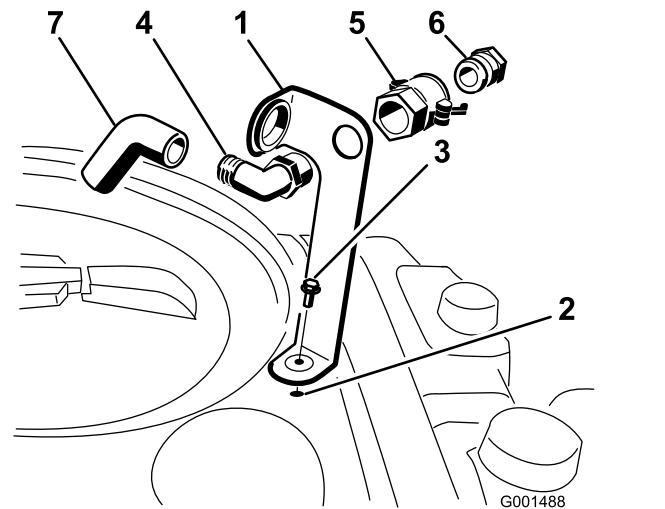

Figura 3
una tuerca con arandela prensada (5/16" x 3/4"), como se muestra en la Figura 3.
acoplamiento rápido, fijándolo al soporte (Figura 3).
3. Instale el adaptador de manguera en el acoplamiento rápido (Figura 3).
4. Bloquee el adaptador en su sitio moviendo las palancas hacia el adaptador y luego fíjelas con los pasadores de horquilla (Figura 3).
5. Instale la manguera antisifónica a través de la abertura grande del soporte y en el extremo dentado del codo de 90° (Figura 3).